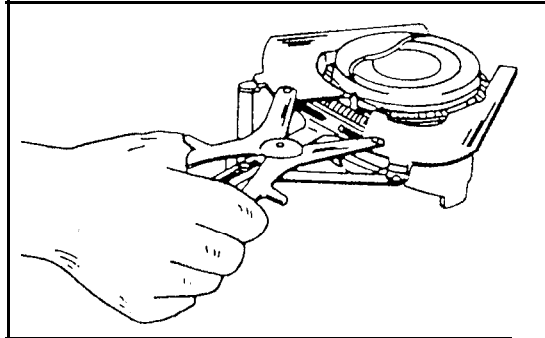

Bild 116
- Kolbenringe mit einer Kolbenringzange der Reihe nach über den Kolbenboden abnehmen, wie es Bild 116 zeigt. Falls die Ringe wieder verwendet werden sollen, sind sie entsprechend zu zeichnen. Falls keine Kolbenringzange zur Verfügung steht, können Metallstreifen an gegenüberliegenden Seiten des Kolbens unter den Ring geschoben werden, wie es Bild